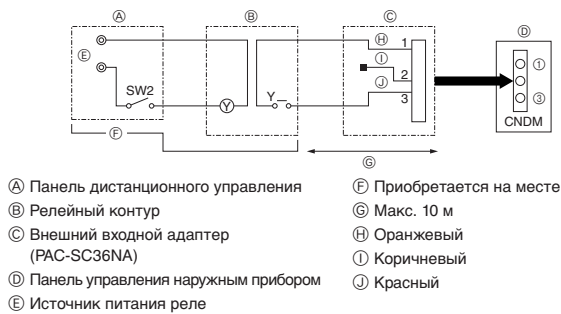

Fig. 9-2
9.2. Функция по запросу (модификация на месте) (Fig. 9-2)